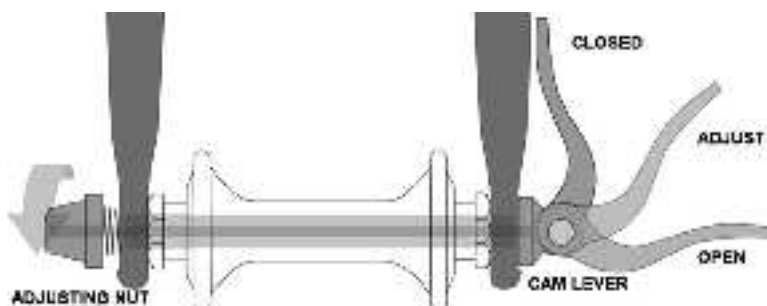
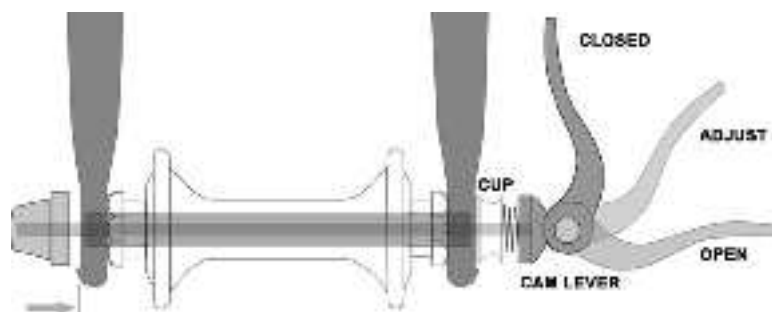

fig. 16
fig. 17
1. Mediante un eje hueco con un «pincho» que lo atraviesa y que tiene una tuerca de tensión ajustable en un extremo y una leva de sobrecentrado en el otro (fig. 16, 17).
En la actualidad existen dos tipos de mecanismos de retención de la rueda de leva de sobrecentro: la leva de sobrecentro tradicional (fig. 16) y el sistema de leva y copa (fig. 17). Ambos emplean una acción de leva sobre el centro para fijar en su sitio la rueda de la bicicleta.
#### Ajuste del Mecanismo de Leva y Copa (fig. 17)
(1) Si su bicicleta dispone de retención de la rueda delantera con acción de leva, mueva la palanca de leva de la posición de bloqueo o CERRADO a la posición de ABIERTO (fig. 16, 17). Si su bicicleta está equipada con retención de rueda delantera mediante pernos pasantes o atornillados, afloje la(s) fijación(es) unas cuantas vueltas en sentido contrario a las agujas del reloj utilizando una llave apropiada, una llave de bloqueo o la palanca integral.
(2) Si su horquilla delantera tiene un dispositivo de retención secundaria de tipo clip, desactívelo. Si su horquilla delantera tiene un dispositivo de retención secundario integrado y un sistema de acción de leva tradicional (fig. 16), afloje la tuerca de ajuste de la tensión lo suficiente como para poder extraer la rueda de las punteras. Si su rueda delantera utiliza un sistema de leva y copa, (fig. 17) apriete la copa y la palanca de la leva al mismo tiempo mientras retira la rueda. El sistema de levas y copas no requiere la rotación de ninguna pieza.
(1) Si su bicicleta dispone de retención de la rueda delantera con acción de leva, mueva la palanca de leva de forma que se curve hacia la parte externa de la rueda (fig. 17). Esta es la posición ABIERTA. Si su bicicleta tiene una retención de la rueda delantera con pernos pasantes o atornillados, consulte el siguiente paso.
(2) Con la horquilla de dirección orientada hacia delante, introduzca la rueda entre las hojas de la horquilla de modo que el eje se asiente firmemente en la parte superior de las punteras de la horquilla. La palanca de la leva, si la hay, debe colocarse al lado izquierdo del ciclista (fig. 16, 17). Si su bicicleta tiene un dispositivo de retención secundario de tipo clip, actívelo.
(3) Si tiene un mecanismo de acción de leva tradicional: manteniendo la palanca de leva en la posición ADJUST con la mano derecha, apriete la tuerca de ajuste de la tensión con la mano izquierda hasta que esté apretada con los dedos contra la punta de la horquilla (fig. 16). Si tiene un sistema de leva y copa: la tuerca y la copa (fig. 17) se habrán encajado en la zona hundida de las punteras de la horquilla y no debería ser necesario ningún ajuste.
(4) Centre la rueda en la horquilla mientras empuja la rueda firmemente hasta la parte superior de las ranuras de las punteras de la horquilla.
(a) Si tiene un sistema de acción de leva, mueva la palanca de leva hacia arriba y gírela a la posición CERRADA (fig. 16, 17). La palanca debe quedar paralela a la hoja de la horquilla y curvada hacia la rueda. Para aplicar una fuerza de ajuste suficiente, debe rodear la hoja de la horquilla con los dedos para hacer palanca y la palanca debe dejar una huella clara en la palma de la mano.
Algunas bicicletas están equipadas con un sujetador de tija de sillín de acción de leva. El sujetador de acción de leva de tija de sillín funciona exactamente como el sujetador de acción de leva de rueda tradicional (6.A). Mientras que un fijador de acción de leva parece un perno largo con una palanca en un extremo y una tuerca en el otro, el fijador utiliza una acción de leva sobre el centro para sujetar firmemente la tija del sillín (fig. 16).